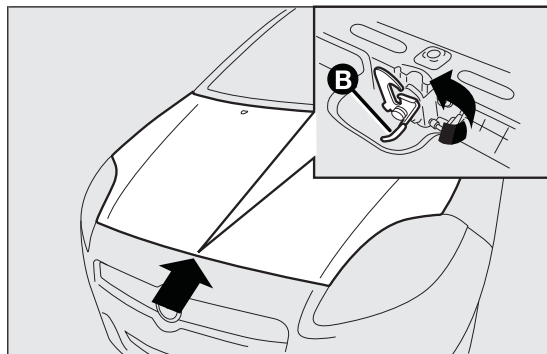

fig. 85
- ☐ tirer le levier A fig. 85 dans le sens indiqué par la flèche ;